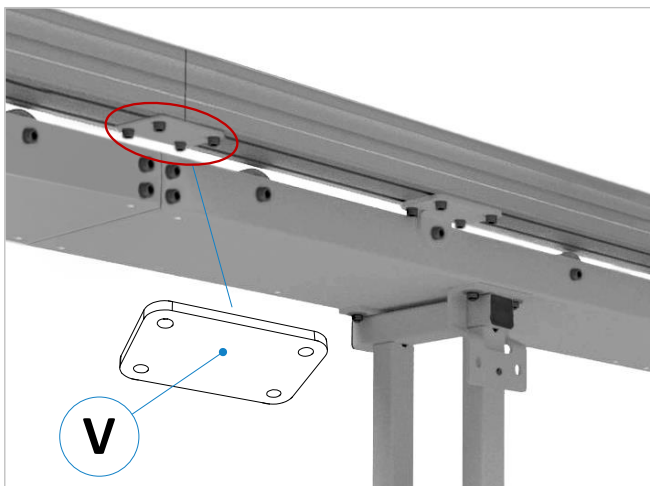

Figure 6 : relier entre eux les segments du profilé de guidage
3. Montez le premier segment de profilé sur la plaque de liaison (V) à l'aide de deux vis à six pans creux M8 x 16 et ne les serrez que légèrement dans un premier temps.
5. Alignez le deuxième segment du profilé exactement dans l'alignement du premier (voir ⇒ Figure 6).